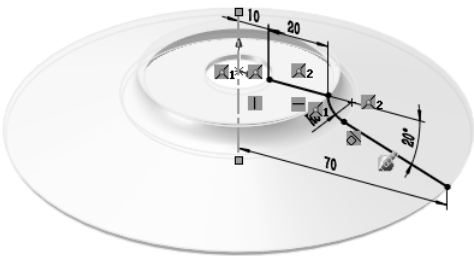

图 4-72 生成薄壁旋转特征
⑦ 生成薄壁旋转特征。在“旋转”属性管理器中设置旋转类型为“单向”，并在“角度”文本框中输入 360.00 度，单击“薄壁特征”面板中的“反向”按钮，使薄壁向内部拉伸，在“厚度”文本框中输入 2.00mm，如图 4-72 所示。单击“确定”按钮，生成薄壁旋转特征。